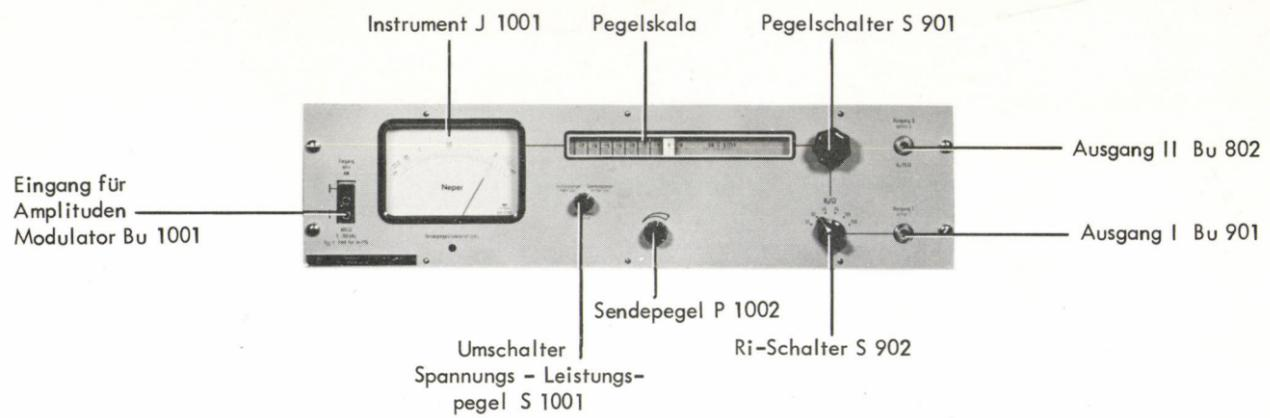

Bild 9 PS-5
5.3 Der Sendeteil PS-5 (vergl. Bild 9)